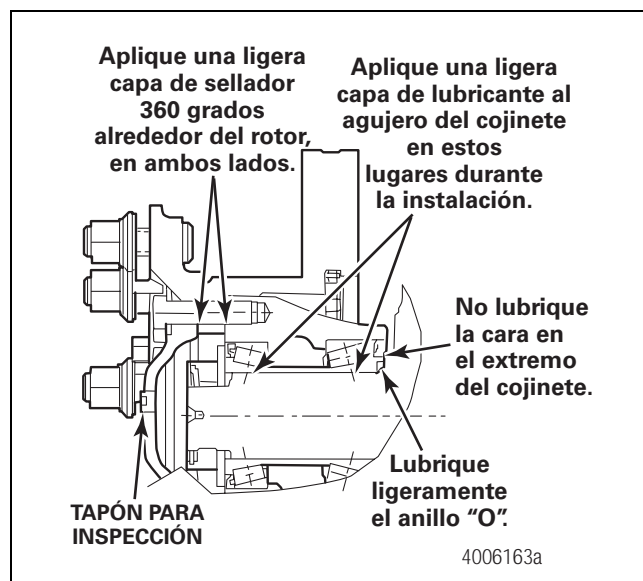

Figura 6.7
2. Aplique una capa ligera de lubricante anticorrosivo, como, por ejemplo, pasta Molykote-D al agujero del cojinete y al anillo "O" antes de instalar la maza y la espiga. No aplique ningún lubricante a la espiga o a la cara en el extremo del cojinete. La espiga debe estar limpia y libre de toda contaminación. Figura 6.7.